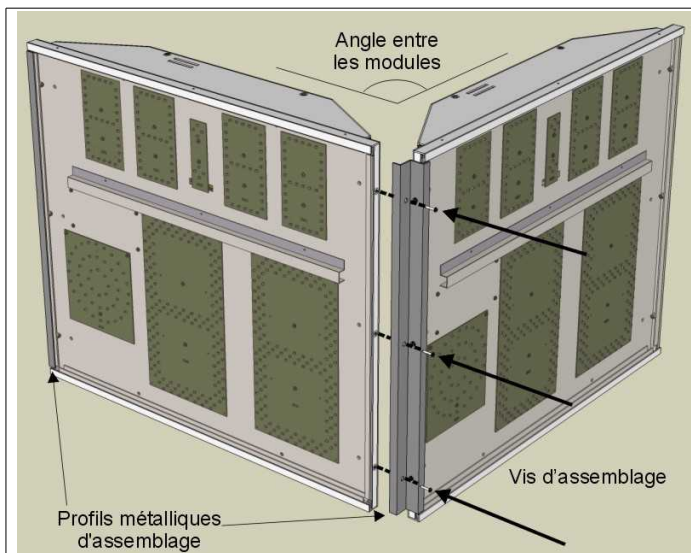
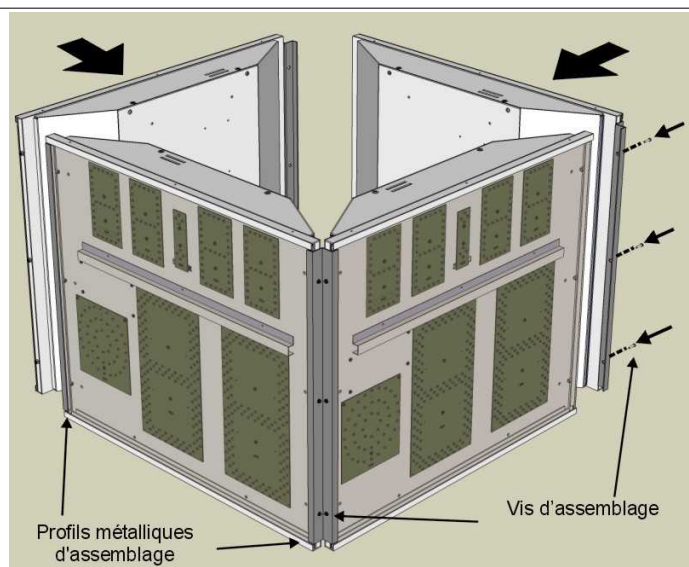

Fig. 4: Rapprochement des modules
Fig. 5: Assemblage des modules
2. Placez les modules verticalement sur le sol en rapprochant leurs bords latéraux pour composer le tableau (il n'y a aucun ordre de montage à suivre); assemblez les modules en serrant les vis sur les profils métalliques (Fig. 4). L'assemblage du tableau à 4 faces est illustré à la Fig. 5.